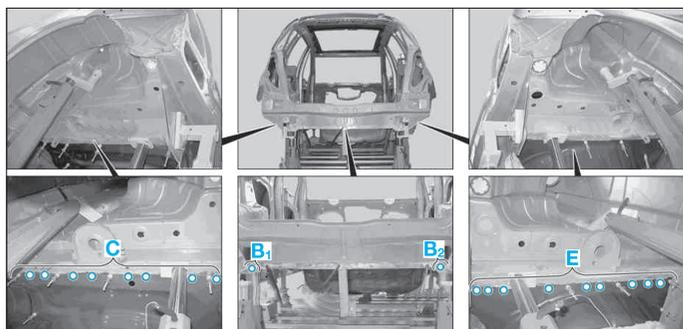

FIG. 125
- Percer des trous (Ø 6,5 mm) dans les zones (B₁), (B₂), (C) et (E) (Fig.125).